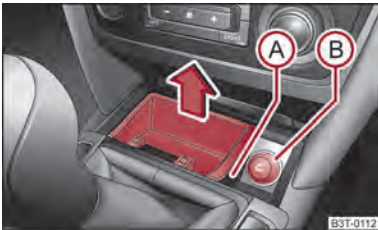
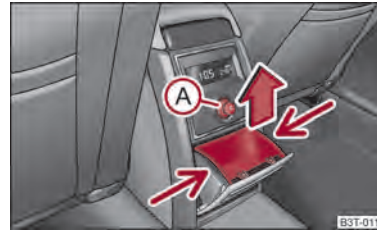

Abb. 89 Mittelkonsole: Aschenbecher vorn
Abb. 90 Mittelkonsole: Aschenbecher hinten
- Fassen Sie den Einsatz des Aschenbechers an der Stelle (A) ⇒ Abb. 89 und nehmen Sie ihn in Pfeilrichtung heraus.
- Fassen Sie den Einsatz an den mit Pfeilen gekennzeichneten Stellen ⇒ Abb. 90 an und nehmen Sie es heraus.
- Drücken Sie den Anzünderknopf **A** ⇒ Abb. 90 oder **B** ⇒ Abb. 89.